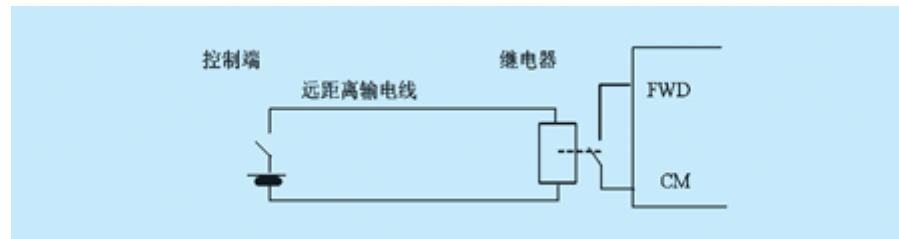

图 15 用继电器解决远距离信号受干扰
(6) 在远距离控制作开关操作时，用继电器担任中间操作可有效地减少外界对控制线引起的干扰。(图 15)